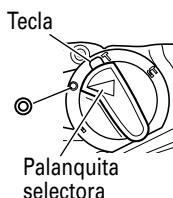

Fig. 21
- (1) Monte el puntero o el cincel.
- (2) Presione el pulsador y mueva la palanquita selectora hasta la señal **O**. (Fig. 21)